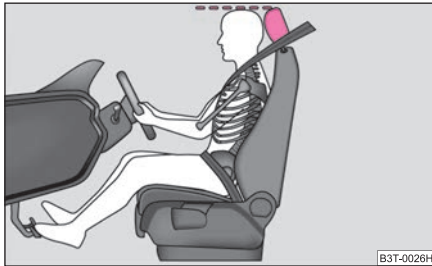

Abb. 146 Die richtige Kopfstützeinstellung des Fahrers
- Stellen Sie die Kopfstütze so ein, dass die Oberkante der Kopfstütze sich möglichst auf einer Höhe mit dem oberen Teil Ihres Kopfes befindet ⇒ Abb. 146.
- Stellen Sie die Kopfstützen so ein, dass die Oberkante der Kopfstützen sich möglichst auf einer Höhe mit dem oberen Teil Ihres Kopfes befinden ⇒ Seite 155, Abb. 146.